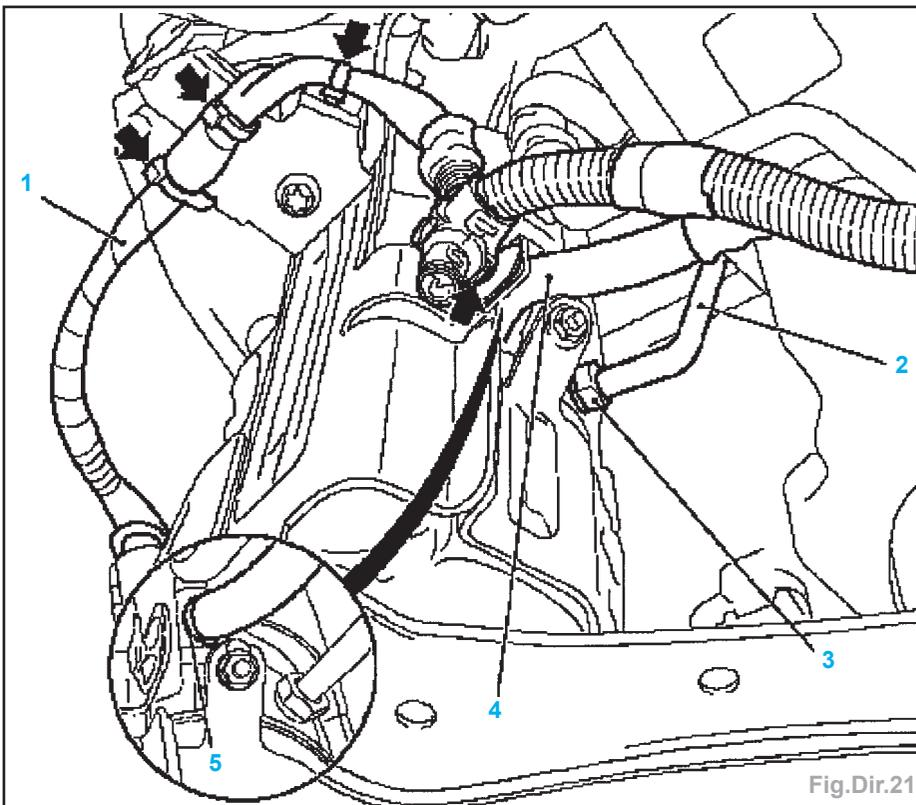
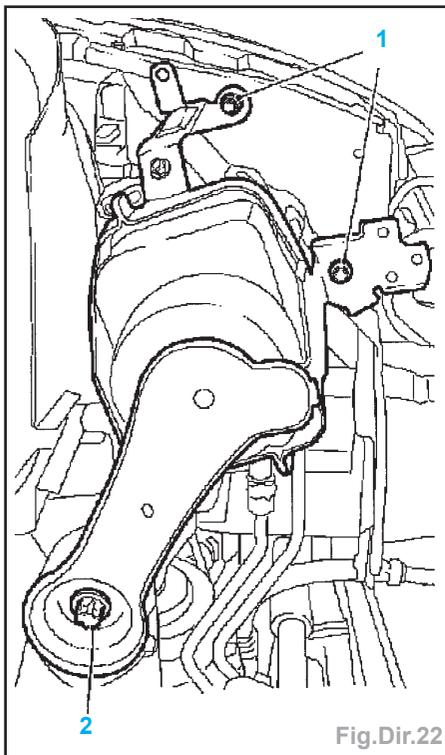

Fig.Dir.21
Fig.Dir.22
- Desserrer le faisceau de câbles (1) du support d'unité d'alimentation électrohydraulique (flèches) (Fig.Dir.21).
- Démontez la conduite de pression (2) de l'unité d'alimentation électrohydraulique.
- Démontez la conduite de retour (4) de l'unité d'alimentation électrohydraulique.
- Déposer l'unité d'alimentation électrohydraulique avec support (vis 1 et 2) (Fig. Dir.22).